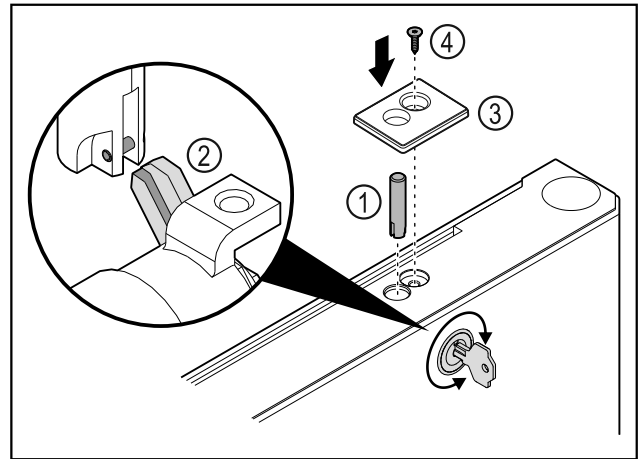

Fig. 36
- Insérer l'axe de la serrure Fig. 36 (1).
- Tourner légèrement la serrure afin que l'axe Fig. 36 (2) s'enclenche dans la fente de la serrure.
- Mettre en place le cache Fig. 36 (3).
- Insérer la vis Fig. 36 (4).